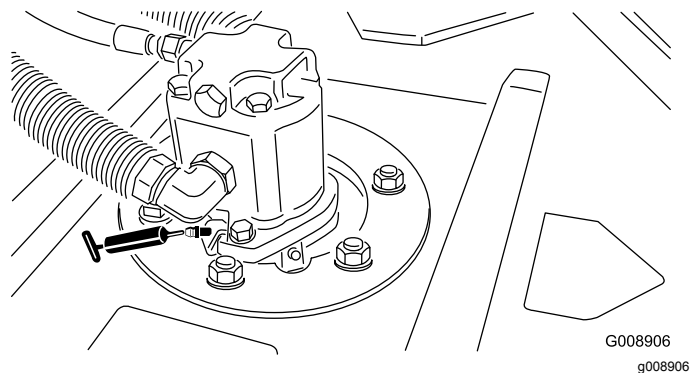

Figura 66
- Cuscinetti dell'asse del mandrino dell'apparato di taglio (2 per apparato di taglio) – Figura 66